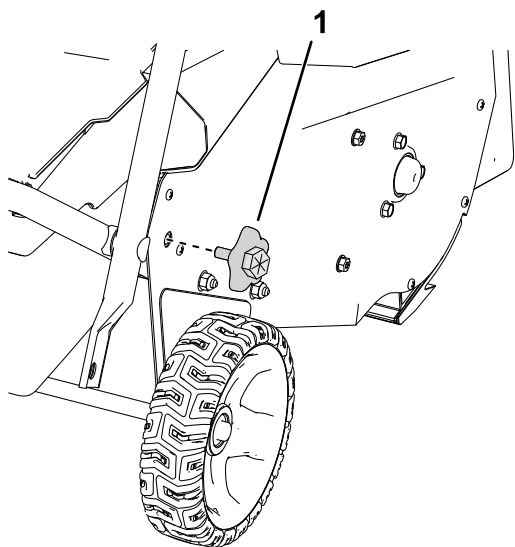

Figura 5
4. Îndepărtați butoanele mânerelor inferioare de pe ambele părți ale mainii (Figura 5).